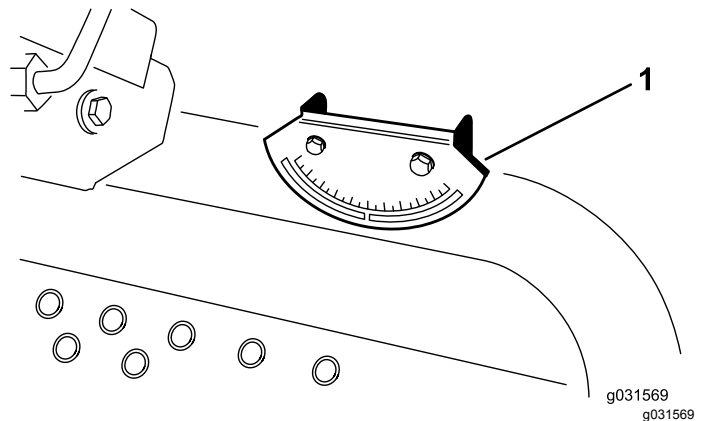

Figura 5
2. Verifique o nivelamento da máquina colocando um inclinómetro (fornecido com a máquina) na calha do chassis próximo do depósito de combustível (Figura 5).